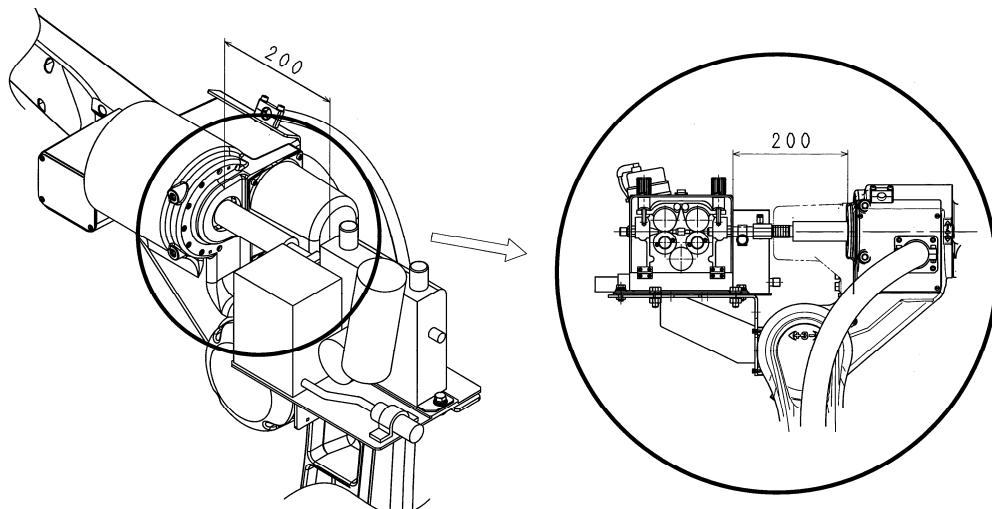

图 2.17 送丝机固定位置(BINZEL 公司生产)
4. 送丝机向后方移动，拉一体化动力线以便其无松弛，对准图2.17的位置用2根六角头螺栓(M10×30)紧固。